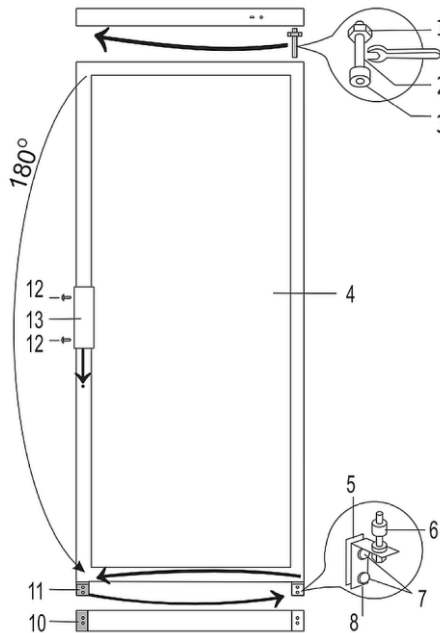

Fig. 6
1. Dévisser deux vis (7, fig. 6) et retirer le support inférieur de la charnière (8) avec l'ensemble des rondelles (6) sur l'axe et l'élément intermédiaire (5).
2. Dévisser les vis (7) et enlever le support de la charnière (11).
3. Retirer la porte (4).
4. Dévisser la fusée d'essieu (2) avec l'écrou (1) et les rondelles (3) du support supérieur de la charnière.
6. Tourner d'abord la porte (4) de 180 ° et ensuite, insérer la fusée d'essieu supérieure (2) dans la porte (4) et accrocher la porte (4).
7. Dévisser les vis de fixation (12) de la porte et retirer la poignée de porte (13).
8. Monter la poignée de porte (13) de l'autre côté.
- La plaque (10) reste à sa place.
10. D'abord, insérer la fusée d'essieu (2) dans la porte et ensuite, monter le support inférieur de la charnière (8) avec l'ensemble des rondelles et des joints de l'autre côté.